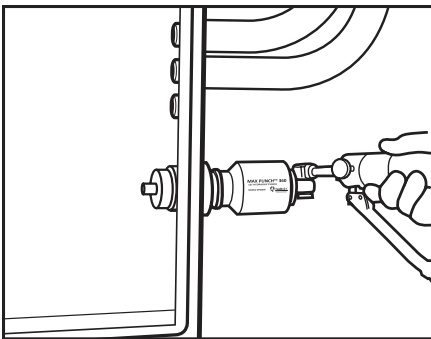

Fig. 5
6. Vissez l'emporte-pièce. (Fig. 5)